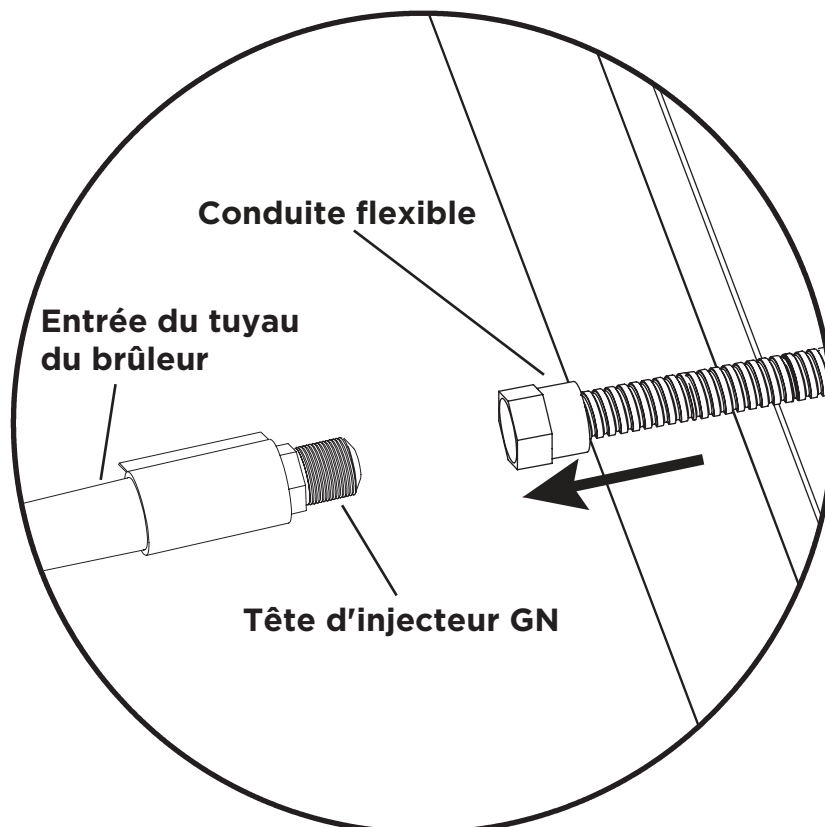

**Fig. 1**
- 6.** Glisser le manchon sur l'ouverture d'air principale (voir Fig. 1). Ensuite, visser la nouvelle tête d'injecteur GN dans l'entrée du tuyau du brûleur (voir Fig. 2).